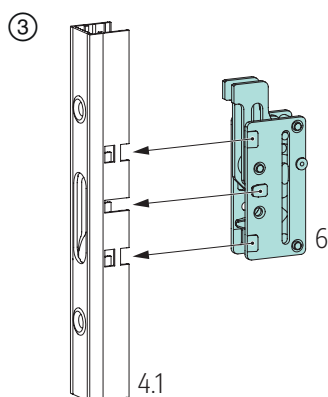

Abb. 12
③ Bei Getriebe mit Haken 4.1 die Hakenkästen 6 in das Getriebe klipsen; **Abb. 12.**